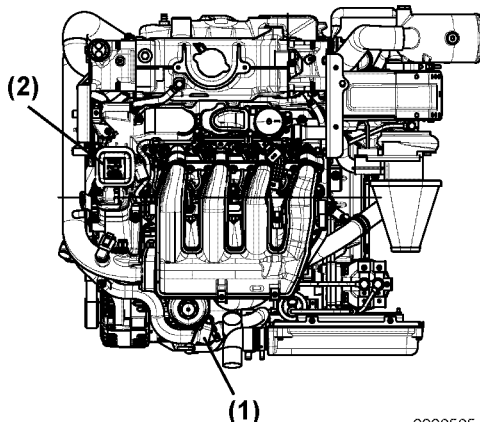

Figura 5
1. Retire el tapón de la boca de llenado de aceite (**Figura 5, (2)**) y vierta aceite del motor en la boca de llenado. Ver Especificaciones del aceite del motor en la página 25.